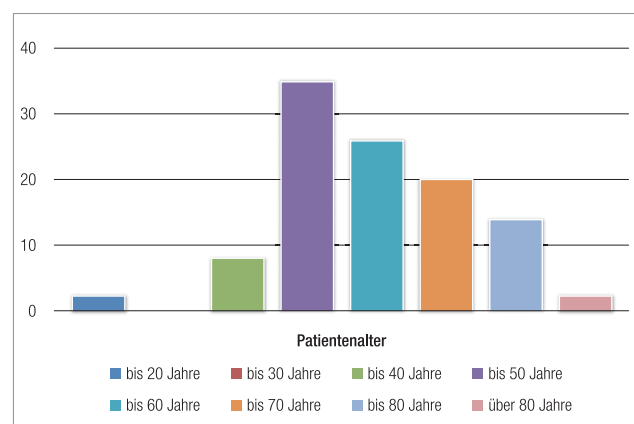

Abb. 1: Altersverteilung der Patienten und Implantatanzahl.
Abb. 1 und 2: Präoperatives CT.
Am 29.06.2008 wurde der Patient nach einem Sturz aus zwei Meter Höhe an der Unfallabteilung im LKH St. Pölten erstmals begutachtet. Es wurde ein CT des Gesichtsschädels durchgeführt. Dieses zeigte eine komplizierte Unterkieferfraktur (Abb. 1 und 2) mit Alveolarfortsatzfraktur Regio 32 bis 42. Die genaue radiologische Diagnose lautete: Trümmerfraktur im Bereich der Mandibula mit deutlicher Dislokation in mehreren Ebenen, zusätzlich frakturierte Zähne im Unterkieferfrontzahnbereich.
In die Studie waren insgesamt 42 Patienten einbezogen (häufig weiblich und männlich). Ihr Durchschnittsalter lag bei 56 Jahren, wobei das der weiblichen mit 56,8 Jahren geringfügig höher war als das der männlichen Patienten mit 55,2 Jahren. Die Altersspanne reichte von 18 bis 88 Jahren. Das Durchschnittsalter der weiblichen Patienten in Bezug auf die Implantatanzahl (w=53, m=54) war 59,2 Jahre und bei den männlichen 52,9 Jahre. Es wurden 44 Implantate mit 3,5 mm (NP) Durchmesser, 49 Implantate mit 4,3 mm (RP) Durchmesser und 14 Implantate mit 5,0 mm (WP) Durchmesser inseriert. Die Implantatlängen variierten von 10 mm bei 16 Implantaten, 11,5 mm bei acht Implantaten, 13 mm bei 38 Implantaten und 15 mm bei 45 Implantaten (Abb. 1).